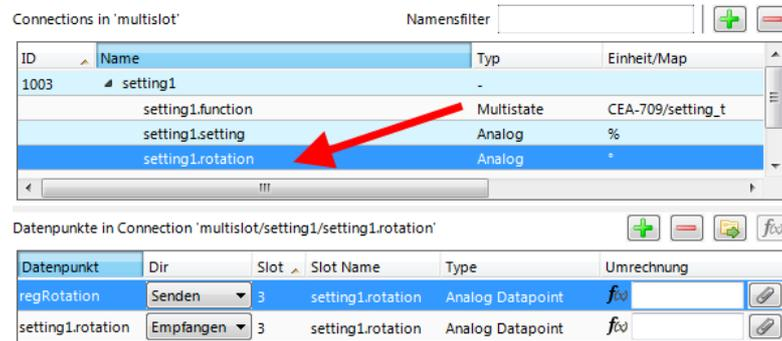

Abbildung 21: Einen Datenpunkt zu einem Slot hinzufügen.
6. Verbinden Sie andere Datenpunkte mit den Slots, indem Sie diese auf die Slots fallen lassen. Verbinden Sie beispielsweise das Register 'regRotation', indem Sie es auf 'setting1.rotation' fallen lassen, wie in Abbildung 21 gezeigt.